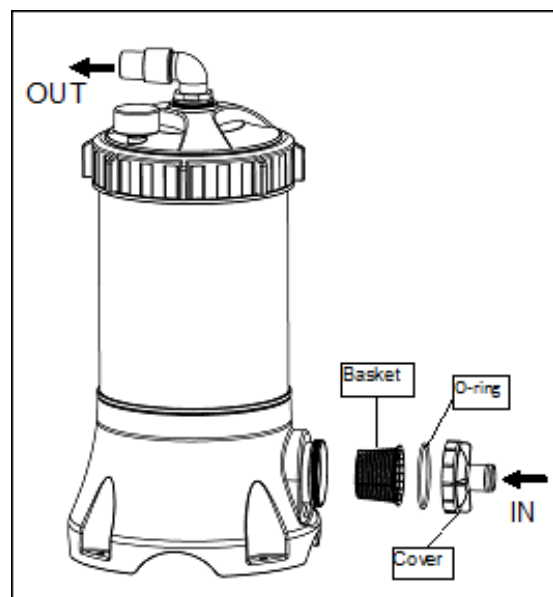

Bild 9 - Öffnen des Vorsiebs
4. Lassen Sie das Wasser aus dem Filter ab, indem Sie die Klemme des Vorsiebs lösen (wenn Sie das Vorsieb reinigen möchten Bild 9 / Basket).
9. Entfernen und reinigen Sie den Vorsieb der Pumpe (Bild 9 / Basket).
4. Verbinden Sie das Vorsieb (Korb & Dichtungsring & Abdeckung / Bild 9) und den Ansaugschlauch (Abfluss / Bild 9), falls Sie diesen entfernt hatten.